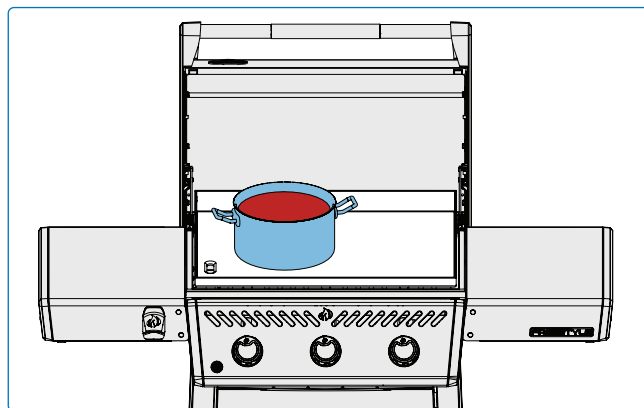

Abb. 10
- Verwenden Sie die Plancha zum Schmelzen oder Aufwärmen von Soßen. Stellen Sie Töpfe oder Pfannen bei niedriger bis mittlerer Hitze beiseite. **(Abb. 10).**